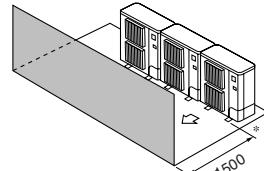

Fig. 2-10
③ Εμπόδια στην μπροστινή πλευρά μόνο (Fig. 2-10)